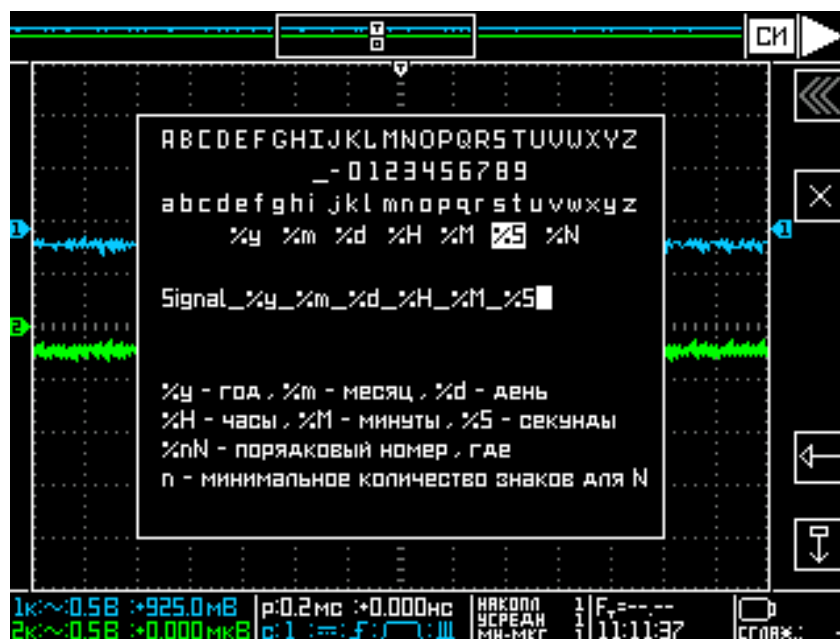

Рисунок 3.2 – Окно "ПАМЯТЬ / ВНЕШН ЗУ / МАСКА" (Пример)
1) выберите пункт **"МАСКА"** (см. рисунок 3.2), в открывшемся меню ручкой **"УСТАНОВКА"** выберите символ. Доступны латинские строчные и прописные буквы, цифры, знак подчеркивания, тире и спецсимволы: